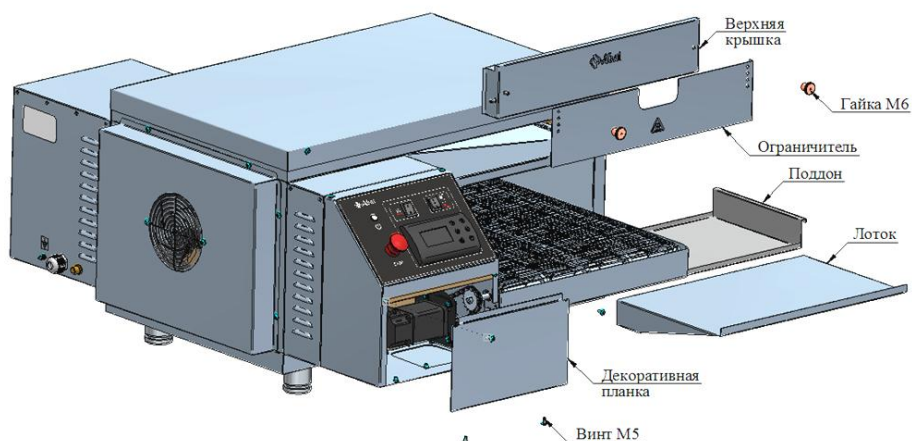

Рис. 9
1. Вынуть конвейер из корпуса печи: для этого необходимо снять декоративную планку под панелью управления, открутив четыре винта М5. Снять лотки и поддоны с конвейера, верхние крышки, ограничители с корпуса, открутив гайки М6 (см. Рис. 9).